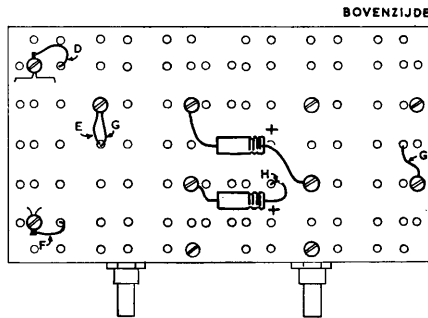

Fig. B 16
8. Sluit de diode OA 79 aan en let daarbij op het witte ringetje, dat aan de zijde van de potentiometer moet komen. Sluit daarna ook de condensator aan en leg vervolgens de draden, die gemerkt zijn met A, B en C. De leidingen D, E, F en G worden nu gevoerd door gaten in de bruine isolatieplaat en aan de andere zijde hiervan aangesloten. Kijk voor het monteren van deze draden daarom alvast naar figuur B 16, daar vind je dezelfde letters weer terug.
9. Breng deze twee elektrolytische condensatoren aan, zoals in fig. B 16 is getekend. Eén aansluitdraad van één van deze twee condensatoren is gemerkt met H. In de tekening B 14 vind je deze aansluitdraad met dezelfde letter gemerkt terug.